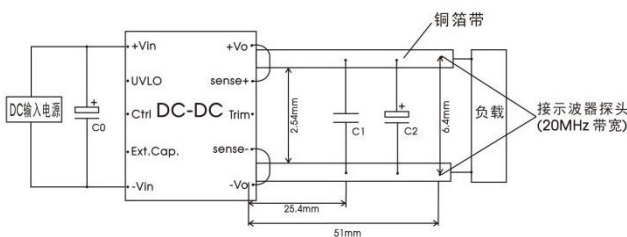

图 3
- ③纹波和噪声的测试方法见图 3, 噪声以靠测法为准。
- ④产品在海拔 2000m 以上使用, 需确保产品表面温度低于 105°C。
所有该系列的 DC/DC 转换器的常规性能在出厂前, 都是按照下图 3 推荐的测试电路进行测试, 纹波噪声测试用图 3 接线测试。